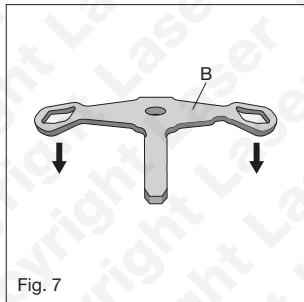

Fig. 7
9. Breng positioneerklem **(B)** met klemkromming aan zoals afgebeeld in afbeelding 7.